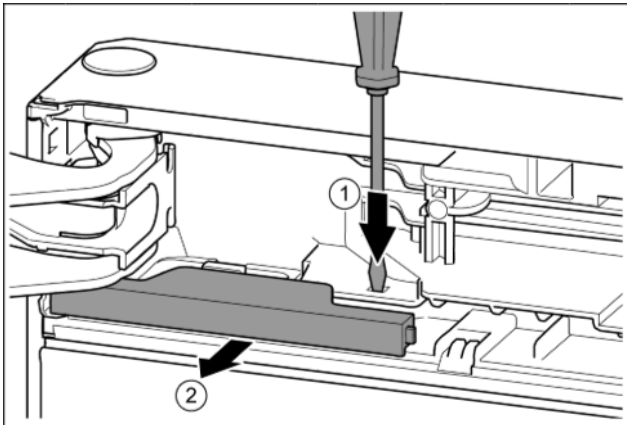

Fig. 13
- ▶ Plochým šroubovákem lamelu přitlačte. Fig. 13 (1)
- ▶ Kryt vytáhněte ze zarážky. Fig. 13 (2)